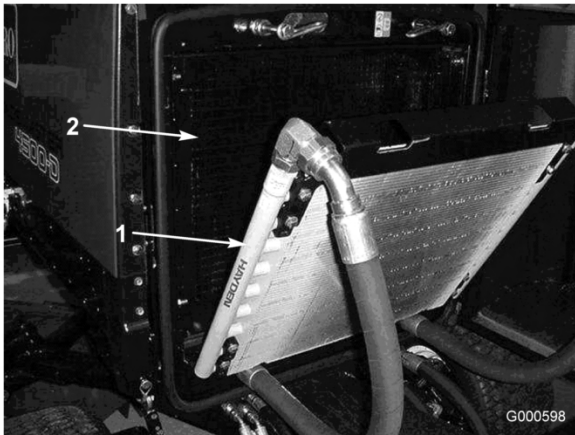

Bild 51
3. Kippen Sie den Ölkühler nach hinten. Reinigen Sie beide Seiten des Ölkühler- und des Wasserkühlerbereichs (Bild 51) gründlich mit Druckluft.